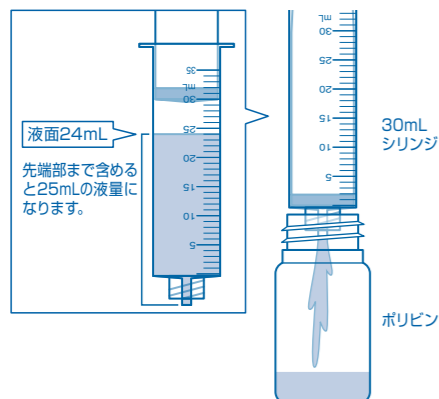

図1
①30mLシリンジに空気を約5mL吸い込んでから、検水を吸い込み、液面を24mLの目盛に合わせます。はかり取った検水をポリビンに移します。(図1)